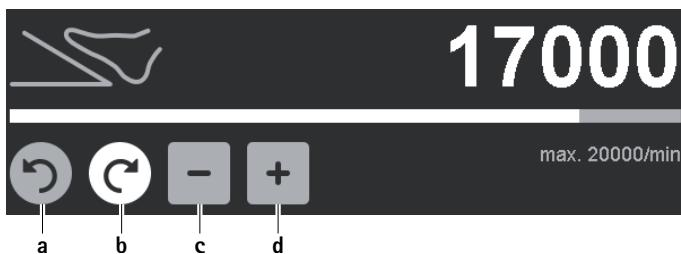

Fig. 6 Modification de la limite supérieure de la plage de vitesse de rotation/du sens de rotation
- ▶ Modification du sens de rotation: actionner le bouton de sens de rotation inactif gris rotation à gauche/rotation à droite **a/b**, voir Fig. 6.